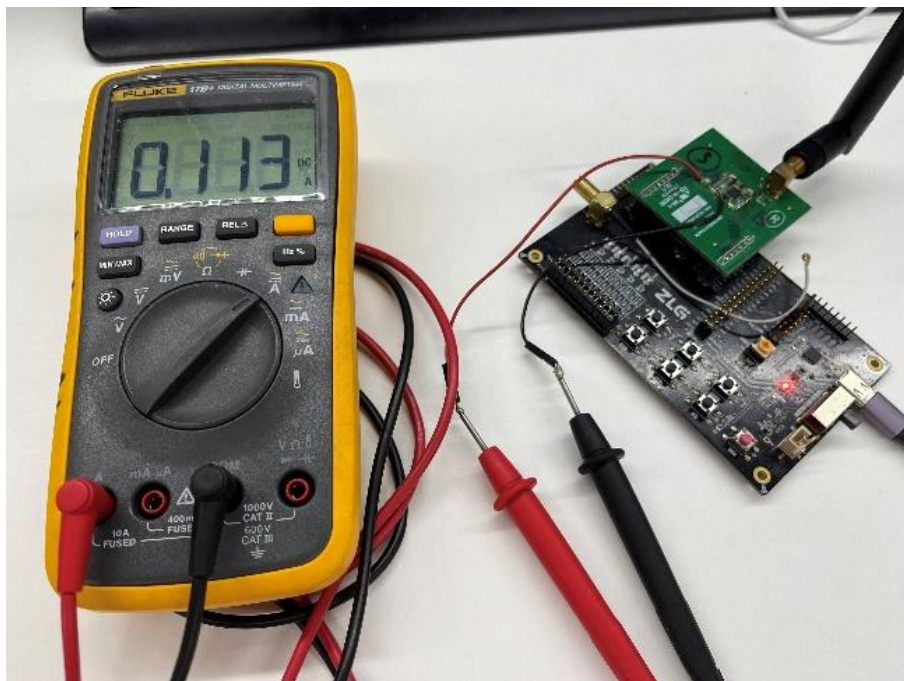
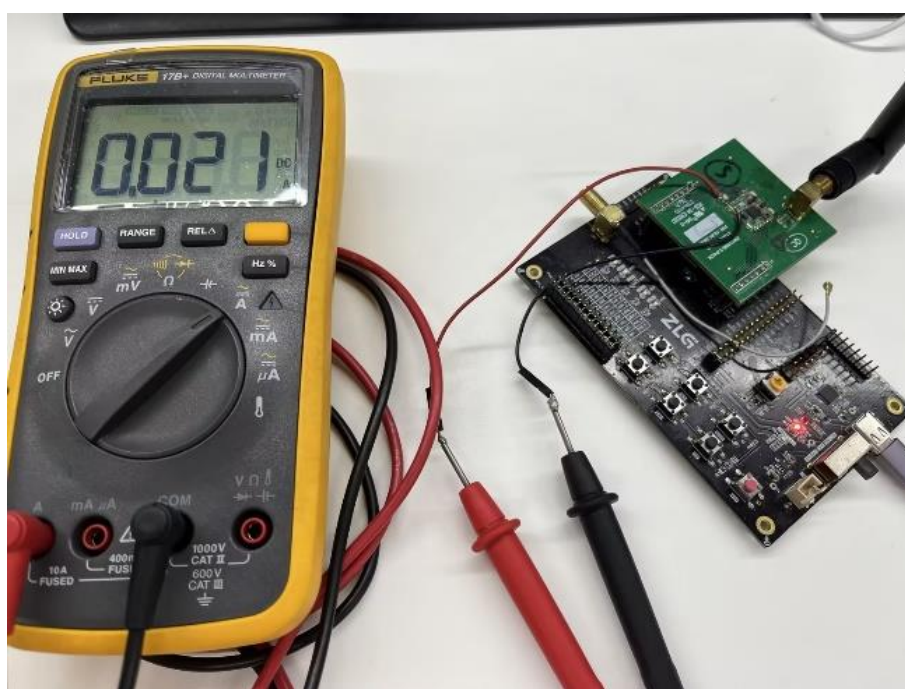

图 3.1 22dBm LoRa 连续单载波发射电流
图 3.4 -9dBm LoRa 连续单载波发射电流
- 1) DUT 处于连续单载波发射模式，典型值 3.3V 供电，数据记录如表 2.1，1#样机的测试图片如附录图 3.1 至图 3.4 所示。